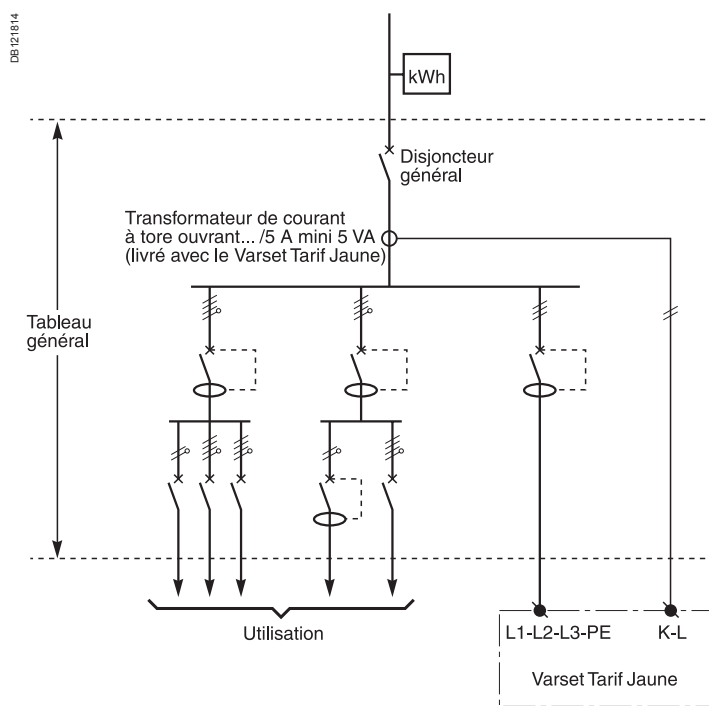

Fig. 1 : schéma électrique de principe, raccordement du Varsset Tarif Jaune à l'installation.
- le raccordement se fait selon le schéma électrique de principe page 3 (Fig. 1)